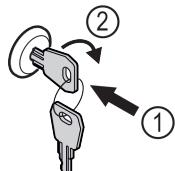

Fig. 153 Reprezentare exemplificatoare
- Introduceți cheia prin apăsare Fig. 153 (1).
- Rotiți cheia cu 90° în sensul acelor de ceasornic Fig. 153 (2).